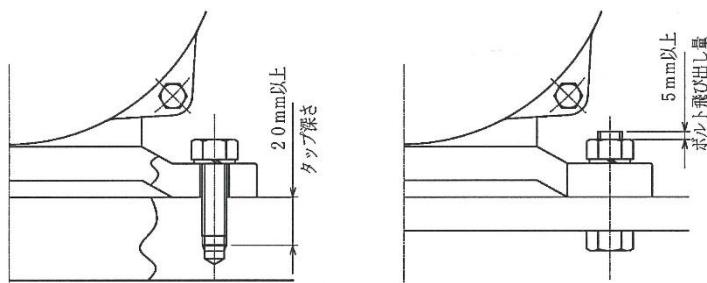

図3：固定方法
(2) ボルト&ナットで固定する場合は、図3のようにナット側にボルトの先端が5mm程度出る長さのボルトを使用してください。又、ベース面にタップ穴加工をして取付ける場合、図3のようにタップ深さは20mm以上必要です。